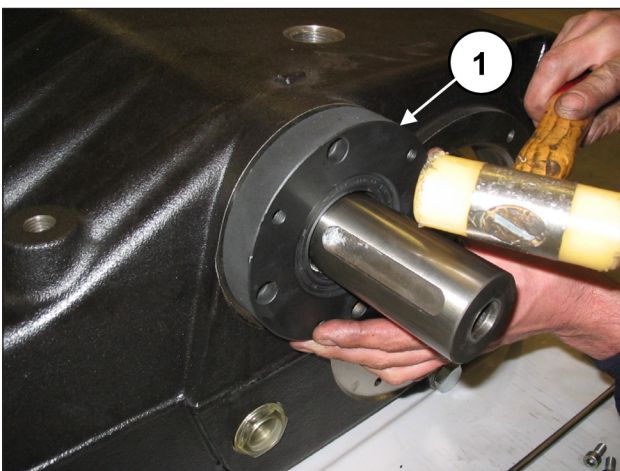
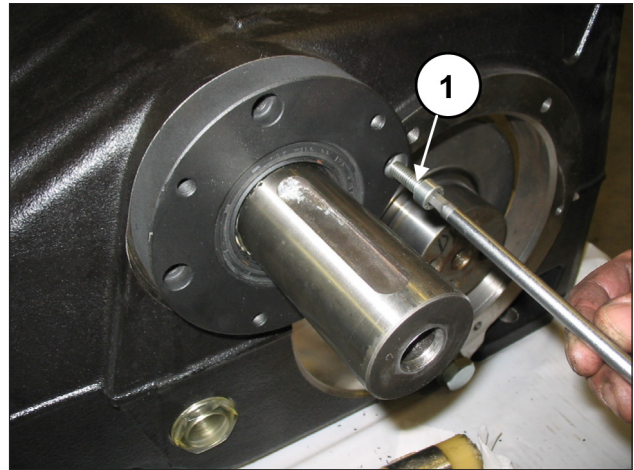

Abb. 68
Abb. 69
Montieren Sie einen ersten Zapfwellen-Lagerdeckel (rechts bzw. links) an das Pumpengehäuse (Pos. ①, Abb. 68) und befestigen Sie den Deckel anhand von 4 Schrauben M8x30 (Pos. ①, Abb. 69).
Montieren Sie den fehlenden Zapfwellen-Lagerdeckel an das Pumpengehäuse (Pos. ①, Abb. 68) und befestigen Sie den Deckel anhand von 4 Schrauben M8x30 (Pos. ①, Abb. 69).